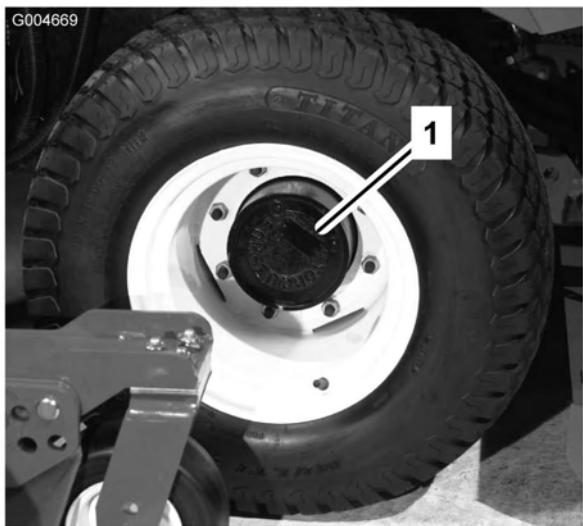
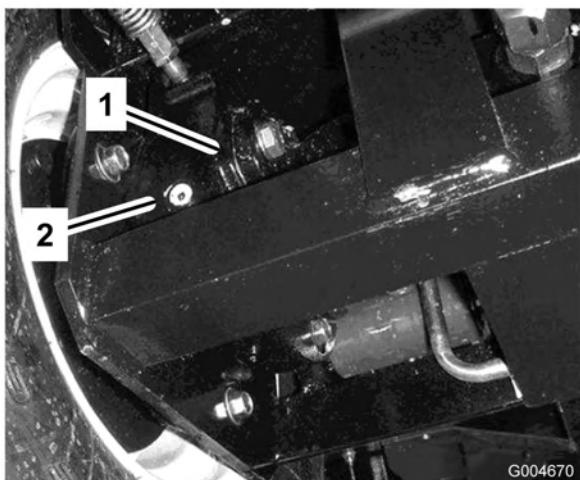

Figure 10
Figure 11
- Garez la machine sur une surface plane et horizontale, tournez la roue de manière que le bouchon de contrôle/vidange (Figure 10) se trouve à la position 2 heures ou 10 heures.
- Retirez le bouchon du train planétaire (Figure 10) et le bouchon de contrôle à l'arrière du frein (Figure 11). L'huile doit atteindre la base de l'orifice du bouchon de contrôle à l'arrière du frein.